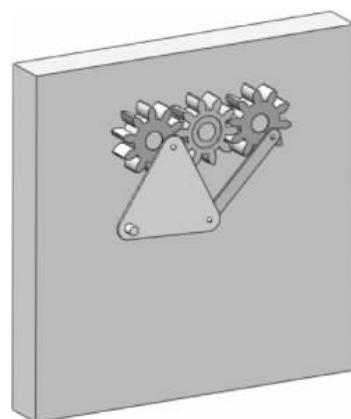

图 3-94 完成装配体
(8) 至此,一个齿轮组合机构装配体创建完成,如图 3-94 所示。